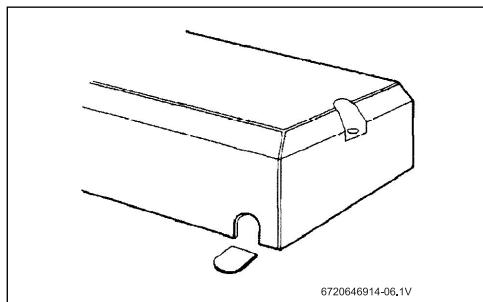

Fig. 9 Découpe de la languette du capot
- Si le passage par le bas du capot est choisi, découper la languette du capot pour mettre à nu la gaine en caoutchouc (Fig. 9) :